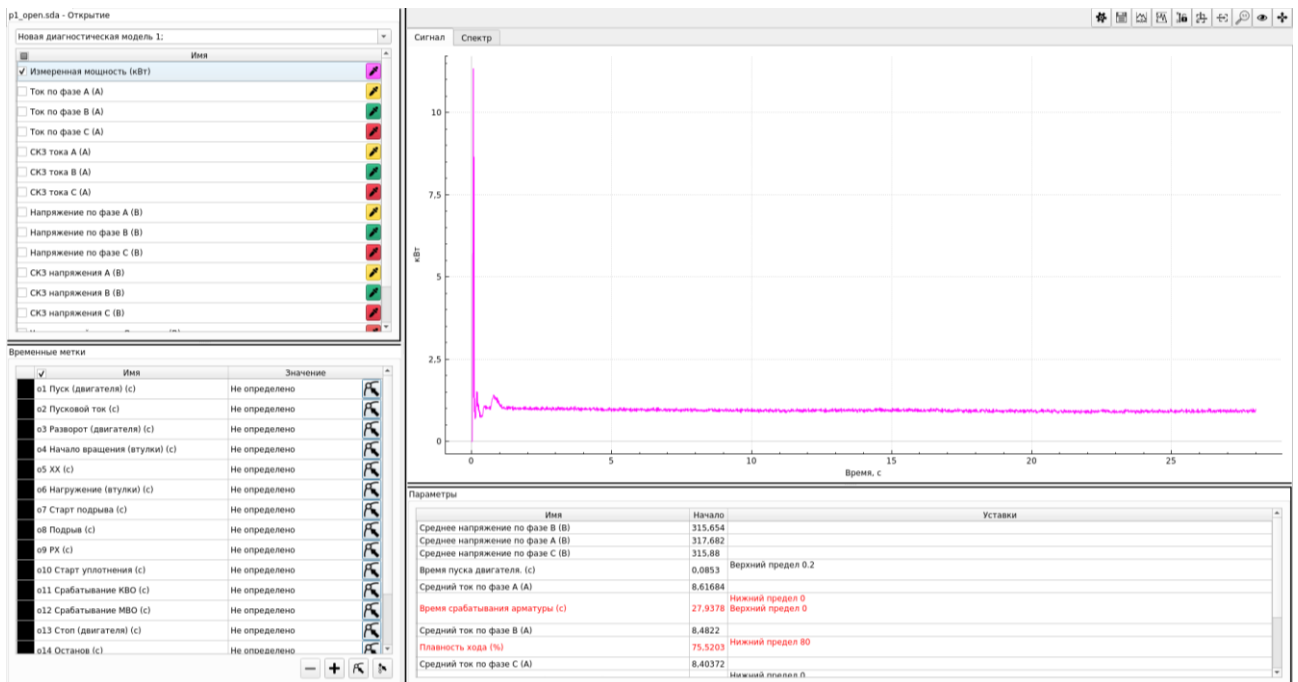

Рисунок 3.13 — Окно графического анализа данных
3.2.3 Кнопка  позволяет перейти в оперативный режим (рисунок 3.13).